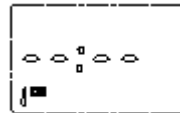

图8
4.2.2.1 完成4.2.2操作后，按一下“MD”键进入工作时间设定状态，如图8所示。